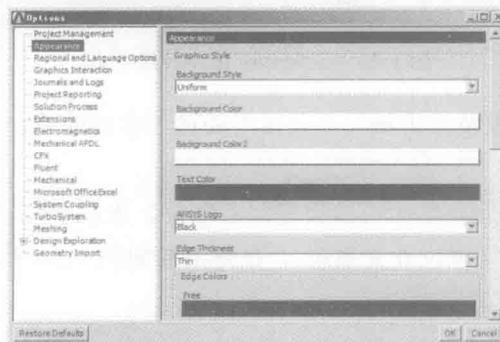

图 1-17 Appearance 选项卡
**Appearance (外观) 选项卡:** 在如图 1-17 所示的外观选项卡中可对软件的背景、文字颜色、几何图形的边等进行颜色设置。